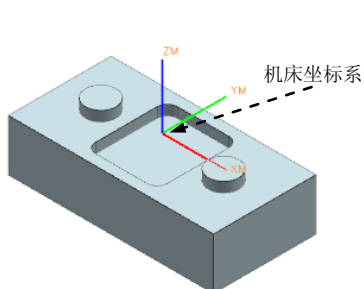

图 3.4.2 创建机床坐标系
(1) 在“Mill Orient”对话框的 **机床坐标系** 区域中单击“CSYS 会话”按钮 ，系统弹出“CSYS”对话框，确认在 **类型** 下拉列表中选择 **动态** 选项。
(2) 单击“CSYS”对话框 **操控器** 区域中的“点对话框”按钮 ，系统弹出“点”对话框，在“点”对话框 **zc** 文本框中输入值 60.0，单击 **确定** 按钮，此时系统返回至“CSYS”对话框，在该对话框中单击 **确定** 按钮，完成图 3.4.2 所示的机床坐标系的创建。